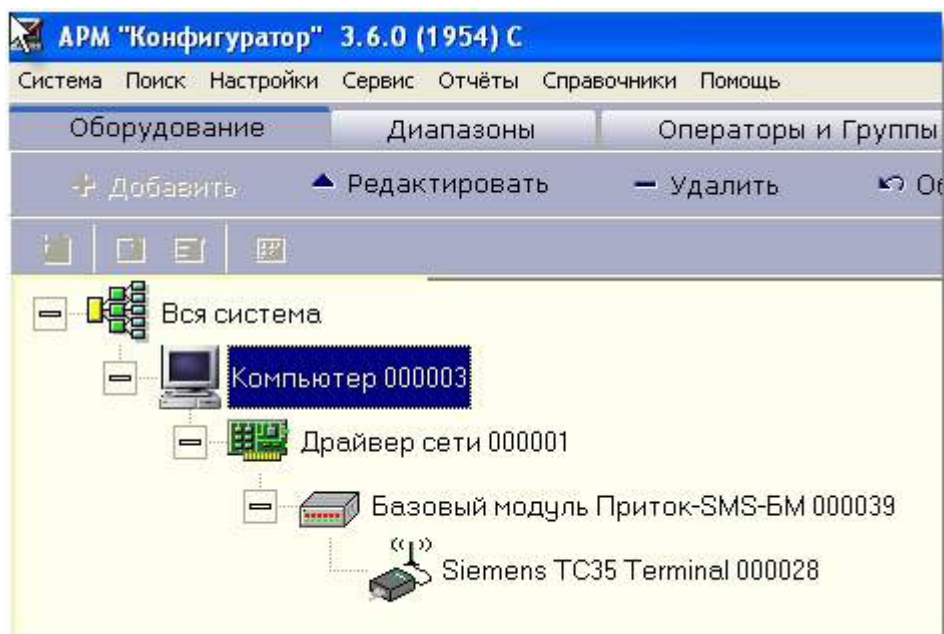

Рис. 6. Описание БМ в АРМ Конфигураторе.
5. Выключите питание БМ, установите переключку **XP2** (см. рис. 6) на настраиваемом терминале.
- **z** - Сброс устройства. Используется для перевода устройства в режим загрузчика при установленной переключке **XP2** (см. рис. 6);
В конфигурации описывается каждый терминал входящий в состав БМ-04 отдельно, итого 4 устройства по следующей схеме: Компьютер → Драйвер сети → Базовый модуль Приток-SMS-БМ → Siemens TC35 (MC55) Terminal (см. Рис. 6).